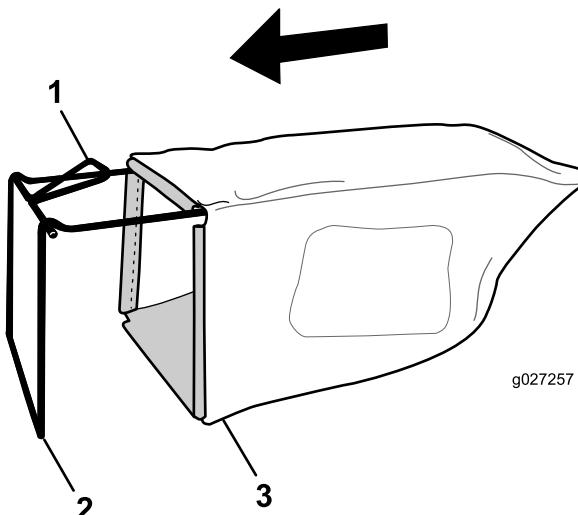

Figura 9
1. Infilate il cesto di raccolta sopra il telaio come illustrato in Figura 9.
Nota: Non infilate il cesto sopra la stegola (Figura 9).